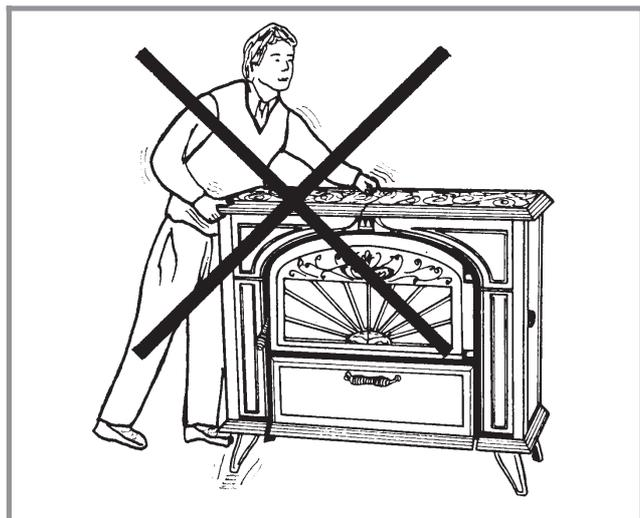

Fig. 3 - Manutention de l'appareil
- Éviter de soulever l'appareil par le dessus en fonte, et éviter de le riper au sol. (Fig. 3)